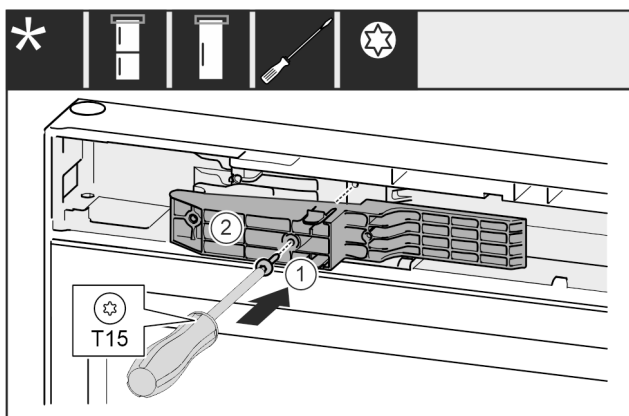

Fig. 59 *
- ▶ Adapterstück Fig. 59 (1) auf der Griffseite in die Aussparung einsetzen.*
- ▶ Schraube Fig. 59 (2) mit Schraubendreher festschrauben.*